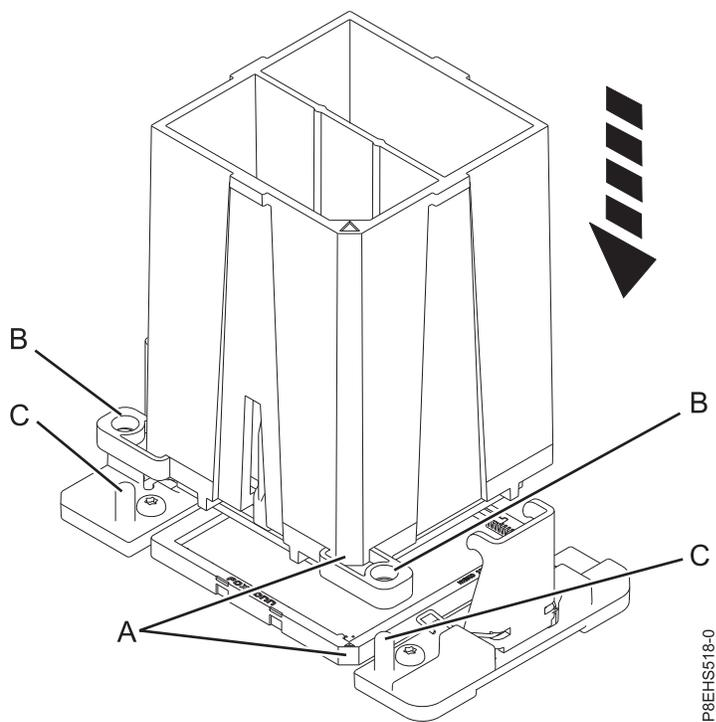

Figura 100. Instalación del módulo del procesador del sistema
- b. Baje la herramienta y el módulo del procesador del sistema hasta el receptáculo. Alinee la esquina biselada (A) de la herramienta con la esquina biselada del zócalo. Asegúrese de que se hayan insertado dos patillas de guía (C) en los orificios de alineación (B) en cada lado de la herramienta. Tenga cuidado al bajar la herramienta y hágalo de forma uniforme, sin desestabilizar la herramienta. Consulte Figura 100 en la página 99.